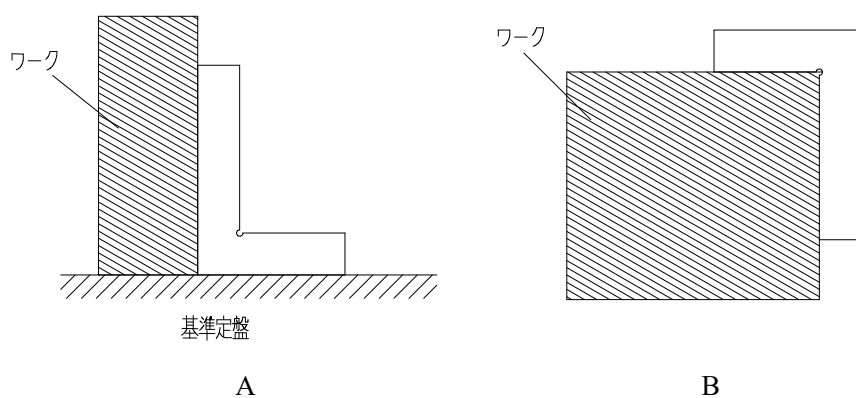

図 2. 直角定規の使用方法
- 1) 図 2.A のように、基準定盤などの上に直角定規を立て、使用面をワークに当てて測定します。このとき、直角定規とワークの間にできる隙間を、光の通過量やシックネスゲージなどを用いて確認します。
- 2) 図 2.B のように、ワークに対して直角定規の側面を当てて直角を測定する方法です。また、部品のセット時の基準としても使用できます。